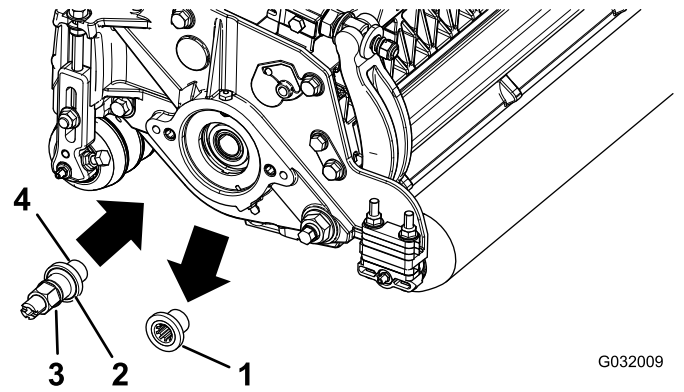

图 3
2. 拆下后滚筒刷驱动装置 图 1 和 图 2 的滚刀组螺纹嵌入件并丢弃 图 3。
4. 在驱动轴螺纹 图 3 上涂抹防松螺纹油并安装驱动轴上紧扭矩至 115128N·m。